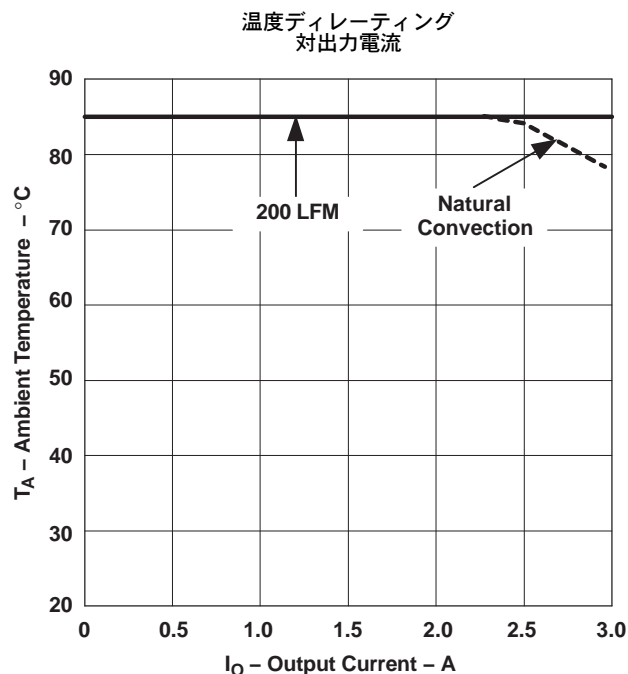

図 4.
- (2) 温度ディレーティング曲線は、内部コンポーネントがメーカーの指定した最大動作温度以下になる条件を表します。ディレーティング制限は、2オンス (56.69 グラム) の銅を使用した、100mm × 100mm の両面PCBに直接半田付けされたモジュールに対して適用されています。表面実装パッケージの場合は、電源ピンの周辺に放熱用の複数のビア (メッキされたスルーホール) が必要です。詳細については、メカニカル・データを参照してください。図 4 に対して適用されます。